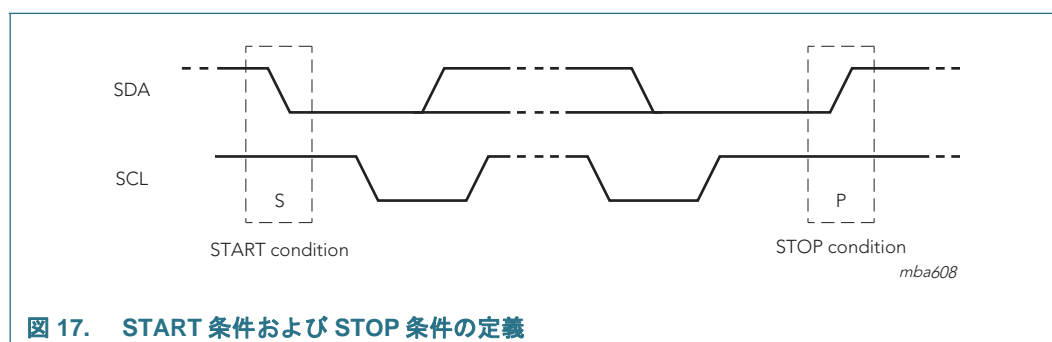

図 17. START 条件および STOP 条件の定義
バスがビジーでないとき、データラインとクロックラインはどちらも HIGH であることが必要です。クロックが HIGH の間におけるデータラインの HIGH から LOW への移行は、START 条件として定義されます (S)。クロックが HIGH の間におけるデータラインの LOW から HIGH への移行は、STOP 条件として定義されます (P) (図 17 を参照)。